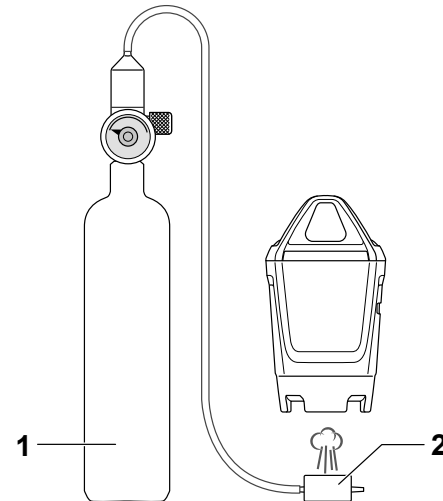

Abb. 1 Prüfgasflasche (1), Prüfgasadapter (2)
1. Kalibrieradapter (Abb. 1/2) und Prüfgasflasche (Abb. 1/1) mit Schlauch verbinden.